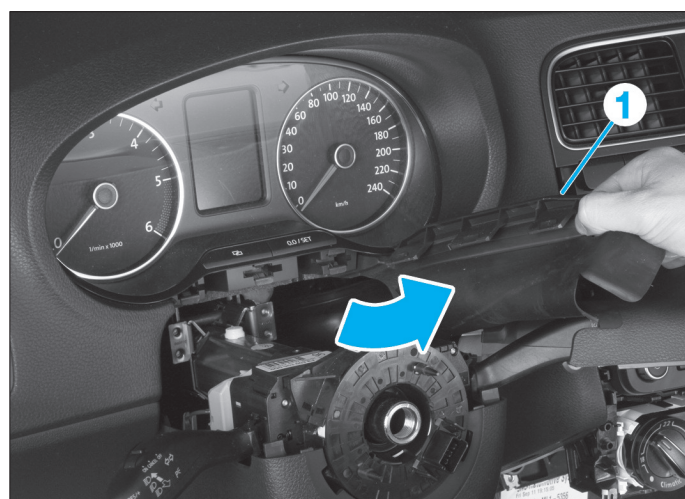

FIG. 25
- Extraire du combiné la partie supérieure d'habillage de volant (1) (Fig.25).